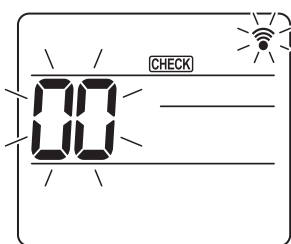
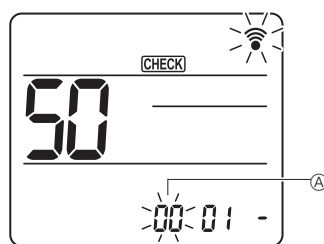
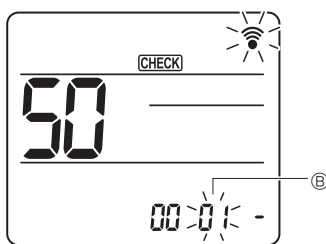
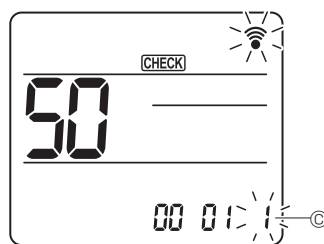

Fig. 6-16
Fig. 6-17
Fig. 6-18
Fig. 6-19
- ① Gå til funktionsvalgstilstanden
- [CHECK] lyser, og "00" blinker. (Fig. 6-16)
- ② Indstilling af enhedsnummer
- Tryk på [SET]-knappen for at indstille enhedsnummeret ②. (Fig. 6-17)
- ③ Vælg en tilstand
- Tryk på [SET]-knappen for at indstille funktionsnummeret ③. (Fig. 6-18)
- ④ Indstilling af indstillingsnummer
- Brug [DOWN]-knappen til at ændre indstillingsnummeret ④. (Fig. 6-19)
- ⑤ Valg af flere funktioner samtidigt
- Vælg igen ③ og ④ for at ændre flere funktionsindstillinger kontinuerligt.
- ⑥ Afslut valg af funktion